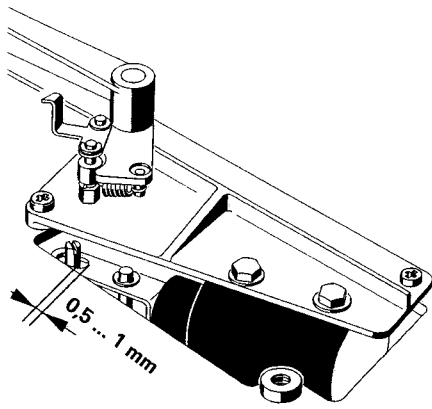

Fig. 4.3.-2
- Attach spring scale to nylon thread and pull in direction A (fig. 4.3. - 1) until a pitch variation (wow) in the reproduced tone becomes noticeable.
- Par l'intermédiaire d'un fil de nylon fixé d'une part sur l'axe du galet presseur (éventuellement dévisser le couvercle de l'axe) et d'autre part à un dynamomètre. Tirer le bras dans la direction A (Fig. 4.3. - 1) jusqu'à ce que le galet presseur se décolle de l'axe de cabestan.
- Andruckmagnet lösen und soweit nach links verschieben, dass zwischen Achse und Bügel ein Luftspalt von ca. 0.5 . . 1 mm entsteht (Fig. 4.3. - 2).
- Press button PLAY and keep it depressed. Loosen the mounting screws of the pinch-roller magnet and move it sufficiently to the left until a clearance of 0.5 to 1.0 mm is obtained at the point shown in figure 4.3. - 2.